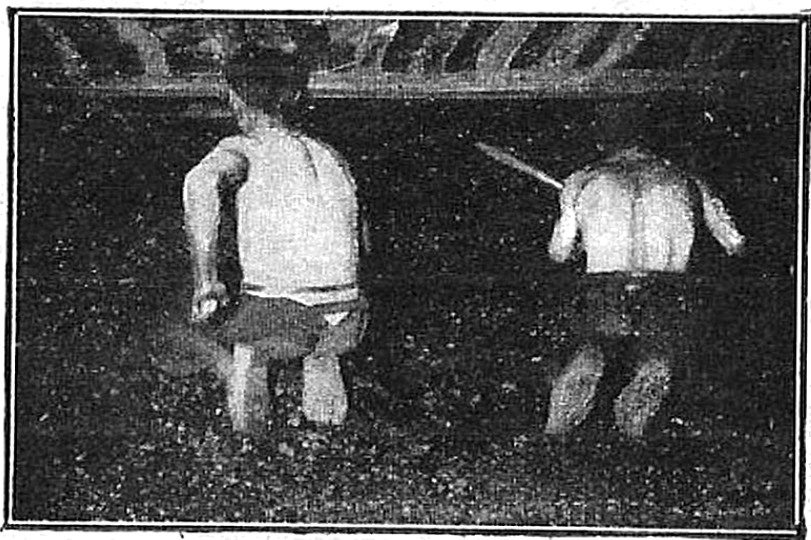

Fig. 49. — Abatage de la houille dans une galerie basse.
5. Houille. — La **houille** ou **charbon de terre** est noire et brillante. Elle provient de l'altération lente de végétaux qui ont été charriés par les eaux, puis recouverts par des dépôts successifs il y a des milliers de siècles. On la trouve en couches superposées, à une plus ou moins grande profondeur. Pour arriver jusqu'à elle et l'exploiter, on creuse des puits et, dans chaque couche de houille traversée, on perce des galeries. Puits et galeries constituent ce qu'on appelle une **mine** (fig. 49).